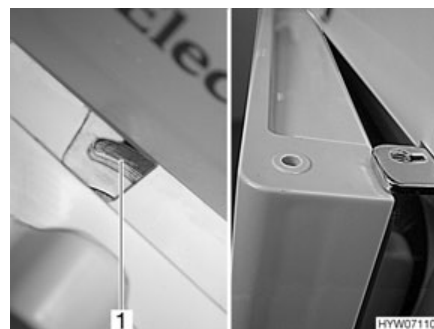

Fig. 220 Porte du réfrigérateur/du compartiment congélation en position de ventilation (Dometic Série 7 avec compartiment congélation séparé)
- Pousser le dispositif de verrouillage complètement vers la droite. La porte du réfrigérateur/du compartiment congélation est fixée à l'aide de l'arrêt de porte (Fig. 220,1). La porte du réfrigérateur/du compartiment congélation reste ainsi légèrement ouverte (Fig. 220).